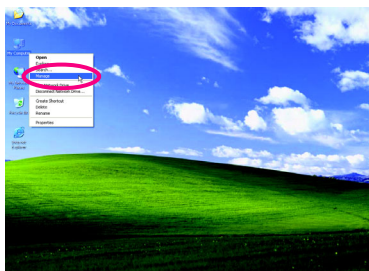
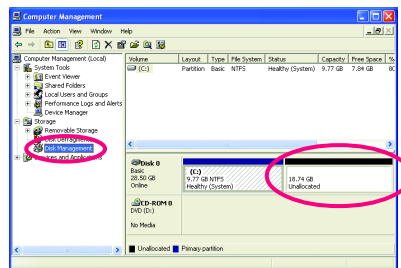

図 4
図 5
4. オペレーティングシステムのインストール後、デスクトップのマイコンピュータアイコンを右クリックし、**管理**を選択します(図 4)。**コンピュータ管理**に移動して、ディスクの割り当てをチェックします。Xpress Recovery2 はバックアップファイルを割り当てられていないスペースに保存します(上の黒いストライプ)(図 5)。割り当てられていないスペースが不十分だと、Xpress Recovery2 はバックアップファイルを保存できません。